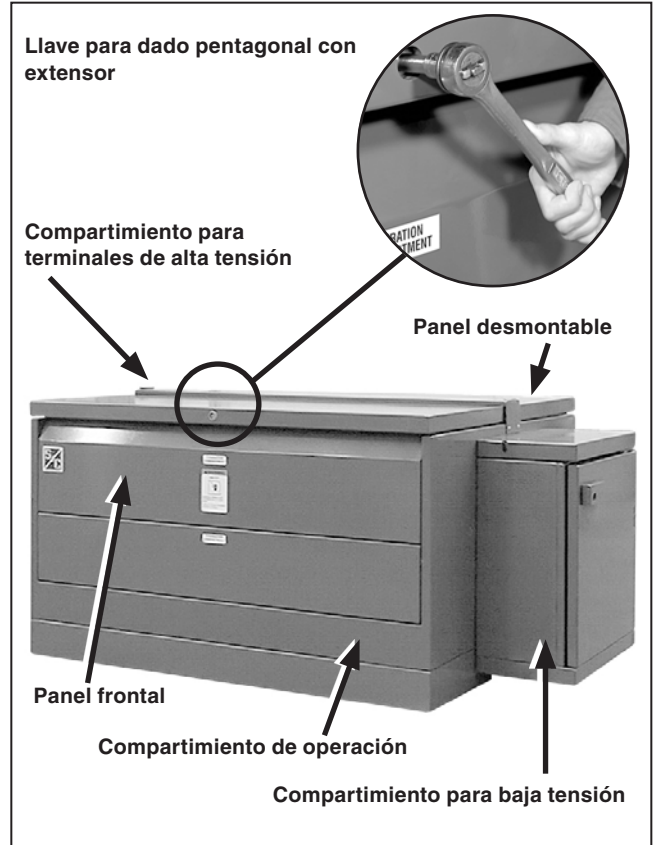

Figura 3. Equipo para montaje en pedestal—con las cubiertas cerradas.
- PASO 1.** Afloje los tornillos pentagonales que aseguran las cubiertas superiores al gabinete utilizando una llave para dado pentagonal con extensor o alguna herramienta con entrada pentagonal. Ver Figura 3.